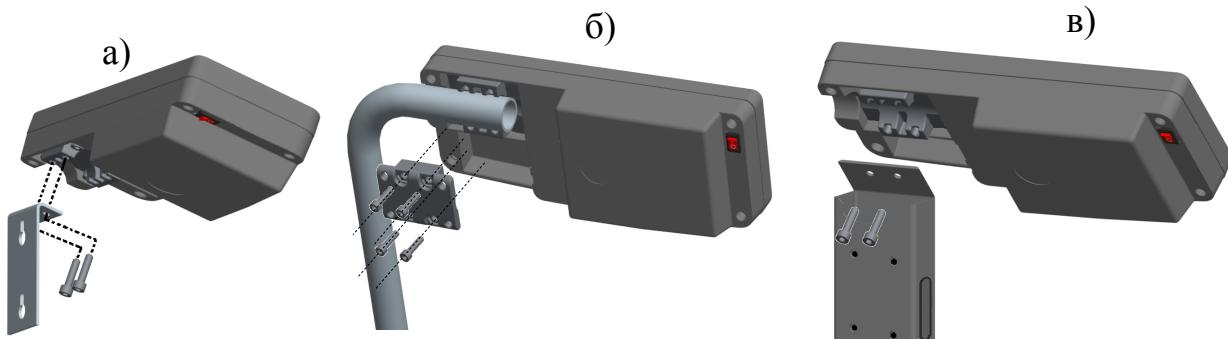

Рис. 5.4 - Варианты крепления терминала:
- Привинтить к терминалу кронштейн, Рис. 5.4 а. Установить терминал в удобном для работы месте.
Установить терминал на стойку Рис. 5.4 б.
- Установить терминал на стойку Рис. 5.4 в.